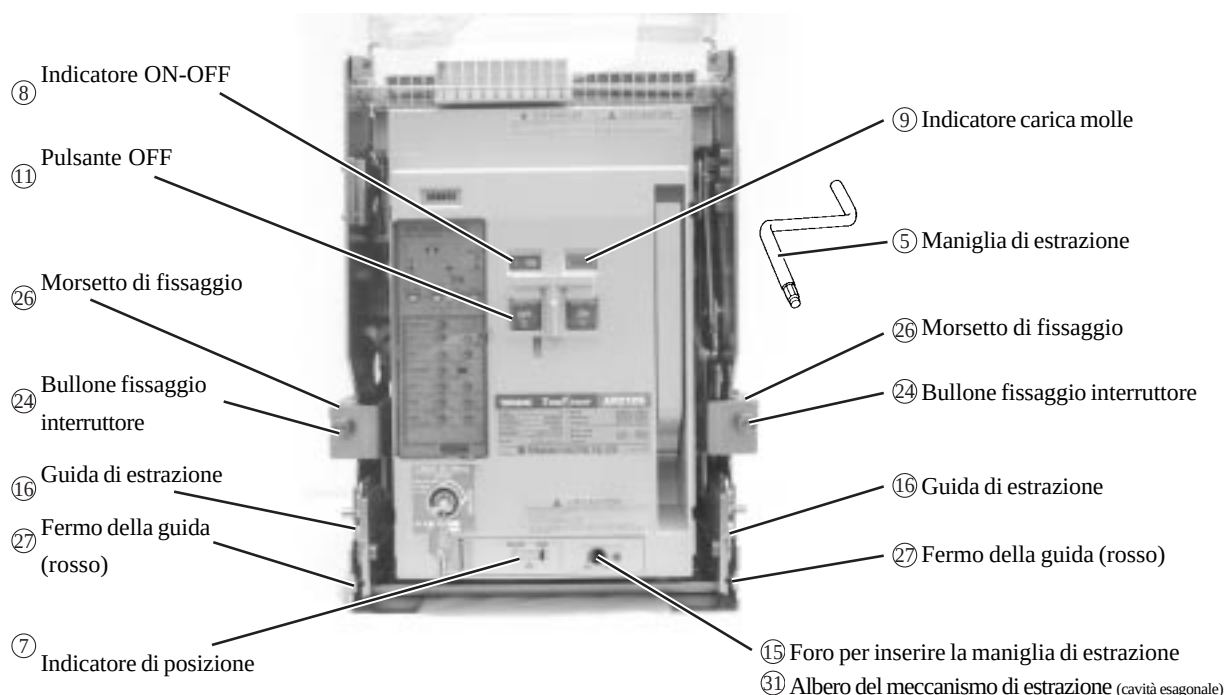

Fig. 10 Elementi coinvolti nell'estrazione
L'estrazione dell'interruttore richiede l'uso della maniglia di estrazione (Fig. 10 ⑤).
- 1) Controllare che il segnalatore ON-OFF (Fig. 10 ⑧) indichi "OFF". Se è ON, premere il pulsante OFF (Fig. 10 ⑪) per aprire l'interruttore.
La maniglia di estrazione non può essere inserita nell'albero del meccanismo di estrazione (Fig. 10 ③①) fino a quando il segnalatore non indichi "OFF".
- 2) Se l'interruttore è dotato dei bulloni fissaggio interruttore (Fig. 10 ②④), allentarli su entrambi i lati per sbloccare l'interruttore, utilizzando la chiave esagonale che fa parte della maniglia di estrazione.
ATTENZIONE	Se l'interruttore è dotato dei bulloni fissaggio interruttore (Fig. 10 ②④), allentare i bulloni su entrambi i lati prima di iniziare l'operazione di estrazione. Non allentarli può essere causa di malfunzionamento.
- 3) Innestare la maniglia di estrazione all'albero del meccanismo di estrazione (cavità esagonale)(Fig. 10 ③①) e ruotare la maniglia in senso antiorario per spostare l'interruttore.
- 4) Quando l'interruttore è estratto nella posizione TEST, il segnalatore di posizione (Fig. 10 ⑦) indica "TEST", segnalando che l'estrazione è completata.
- 1) Controllare che il segnalatore ON-OFF (Fig. 10 ⑧) indichi "OFF".
- 2) Innestare la maniglia di estrazione all'albero del meccanismo di estrazione (cavità esagonale) (Fig. 10 ③①) e ruotare la maniglia in senso antiorario per spostare l'interruttore.
Quando l'interruttore è in posizione ISOLATED, si sentirà un leggero colpo, dopo il quale il segnalatore di posizione (Fig. 10 ⑦) indicherà "ISOLATED", segnalando che l'estrazione è completata.
- Quando l'interruttore è in posizione ISOLATED, assicurarsi che il segnalatore carica molle (Fig. 10 ⑨) indichi "DISCHARGED" e il segnalatore ON-OFF (Fig. 10 ⑧) indichi "OFF".
- 1) Prima di rimuovere l'interruttore dal telaio assicurarsi che il segnalatore carica molle (Fig. 10 ⑨) indichi "DISCHARGED" e il segnalatore ON-OFF (Fig. 10 ⑧) indichi "OFF". Se le molle di chiusura sono cariche, chiudere l'interruttore per scaricarle e quindi riaprirlo.
- 2) Tirare verso l'esterno i fermi delle guide di estrazione sui lati del telaio (Fig. 10 ②⑦) e contemporaneamente sollevare e tirare le guide (Fig. 10 ①⑥) fino al nuovo blocco (Fig. 10 ②⑦).
- 4) Rimuovere l'interruttore nella posizione ISOLATED dal telaio. Fare presa sui morsetti di fissaggio (Fig. 10 ②⑥) per estrarre l'interruttore fino al fermo.